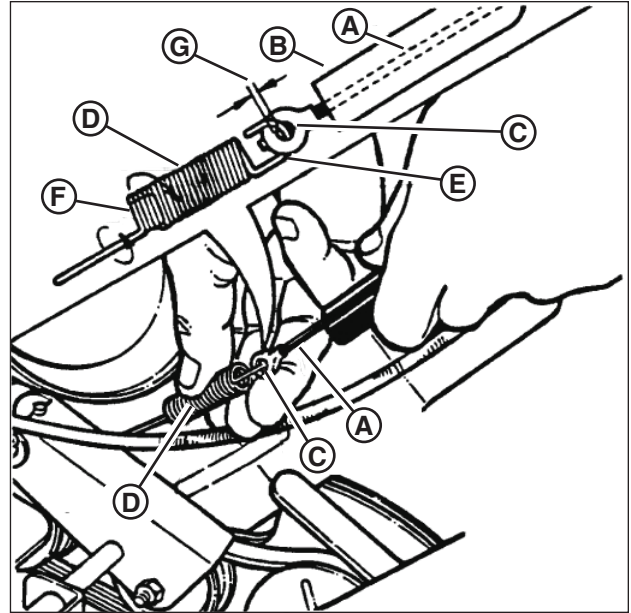

Figure 22: Réglages de la commande d'entraînement de roue
1. La commande d'entraînement de roue est bien réglée lorsqu'un dégagement de 1/16 po (1,58 mm) à 1/8 po (3,18 mm) (**G**, **Figure 22**) existe (entre l'intérieur du crochet à ressort (**E**) et l'intérieur de l'œil du câble d'embranchage (**C**) avec la commande d'entraînement de roue relâchée.